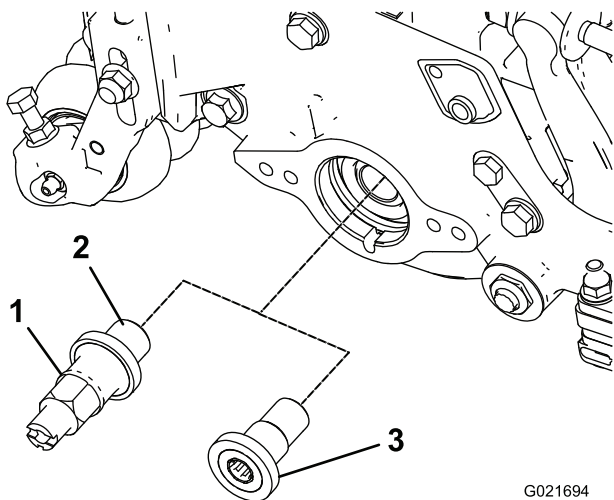

Figure 9
18. À l'aide de l'outil pour arbre d'entraînement de cylindre, déposez l'insert cannelé du côté entraînement de groomer de l'arbre de cylindre (Figure 9).